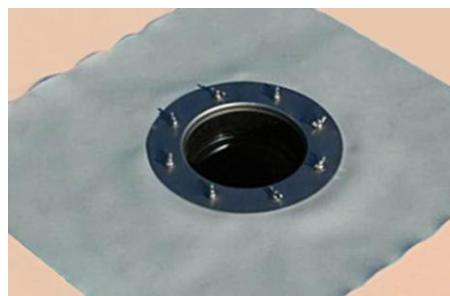

Рис.2
- Фартук укрепляют на воронке прижимным фланцем и гайками-барашками (рис. 2).